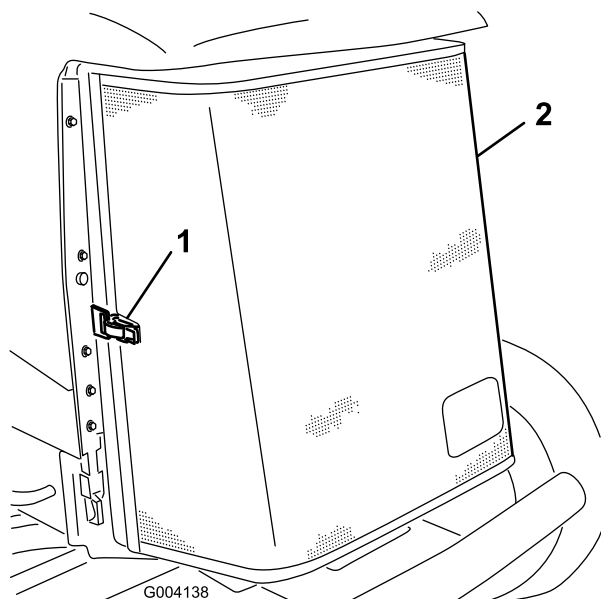

Figure 63
3. Déverrouillez l'attache et ouvrez la grille arrière (Figure 63).